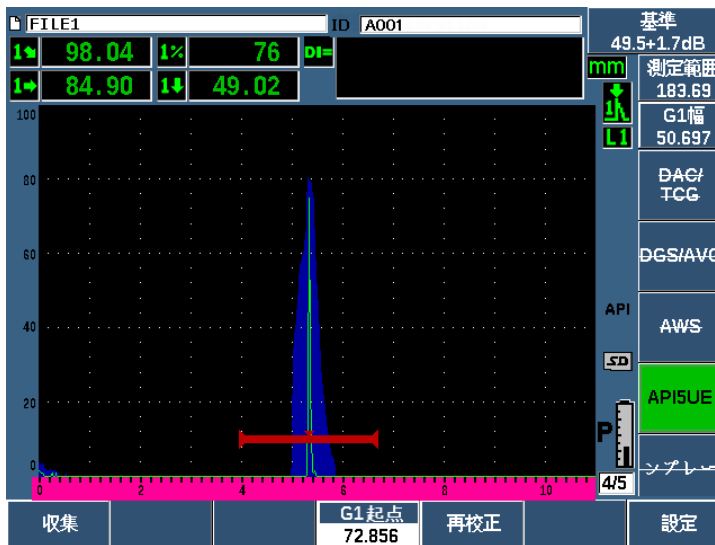

図 11-23 データ取得モードの校正データ
文字 **P** がライブ A- スキャン画面の右に表示されるはずですが（262 ページの図 11-23 参照）。
5. 収集（P1 キー）を押し、包絡線から  $A_{Max}$ 、 $T_1$ 、 $T_2$  データを取得します（262 ページの図 11-23 参照）。